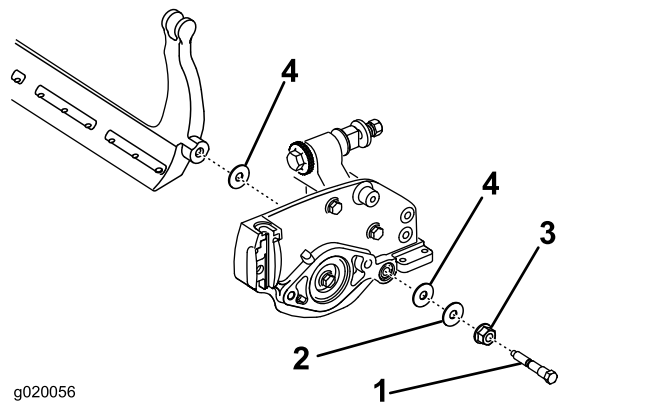

图23
取下底刀架两端的 2 个尼龙垫圈和 1 个钢垫圈（图23）。
3. 将尼龙垫圈放在侧板凸起的一侧。在两个尼龙垫圈的外侧各放一个钢垫圈（图23）。